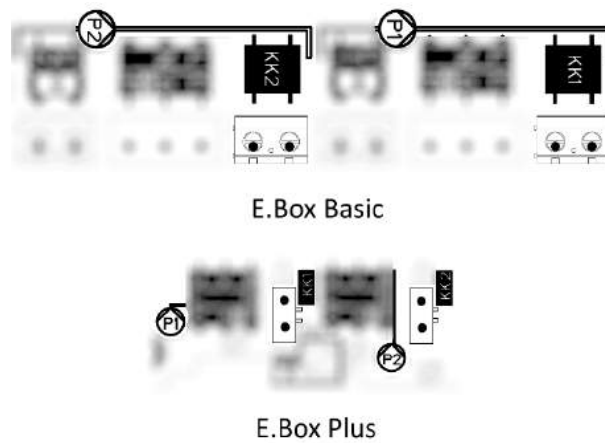

Figura 45: Entradas con protección térmica KK
- **Protección térmica de motores:** el dispositivo posee una entrada para la protección térmica de cada motor. Si el motor utilizado cuenta con protección térmica, se puede conectar dicha protección a los bornes KK. Si la protección no está presente en el motor, se deberán realizar puentes en los bornes. Los bornes se muestran en la Figura 45.